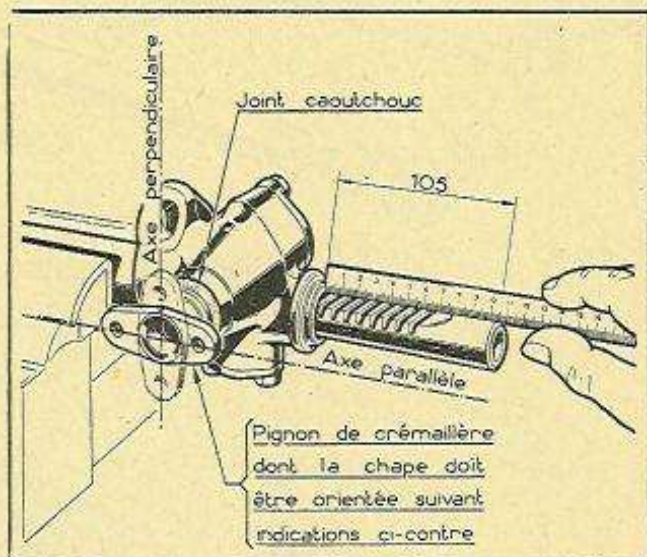

Fig. 65. — Mise en place de la crémaillère.
- Introduire la crémaillère de manière que son extrémité dépasse du carter de direction de 105 mm. (fig. 65).